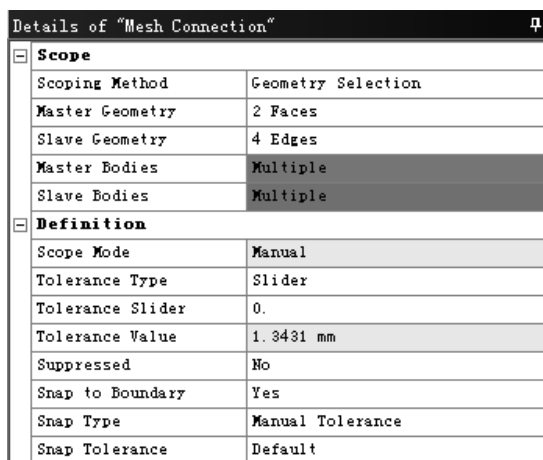

图 7.7.14 “Details of ‘Mesh Connection’” 对话框
(1) 选择命令。在“Outline”窗口中选中 **Connections** 并右击,在弹出的快捷菜单中选择 **Insert** → **Manual Mesh Connection** 命令,弹出图 7.7.14 所示的“Details of ‘Mesh Connection’”对话框。